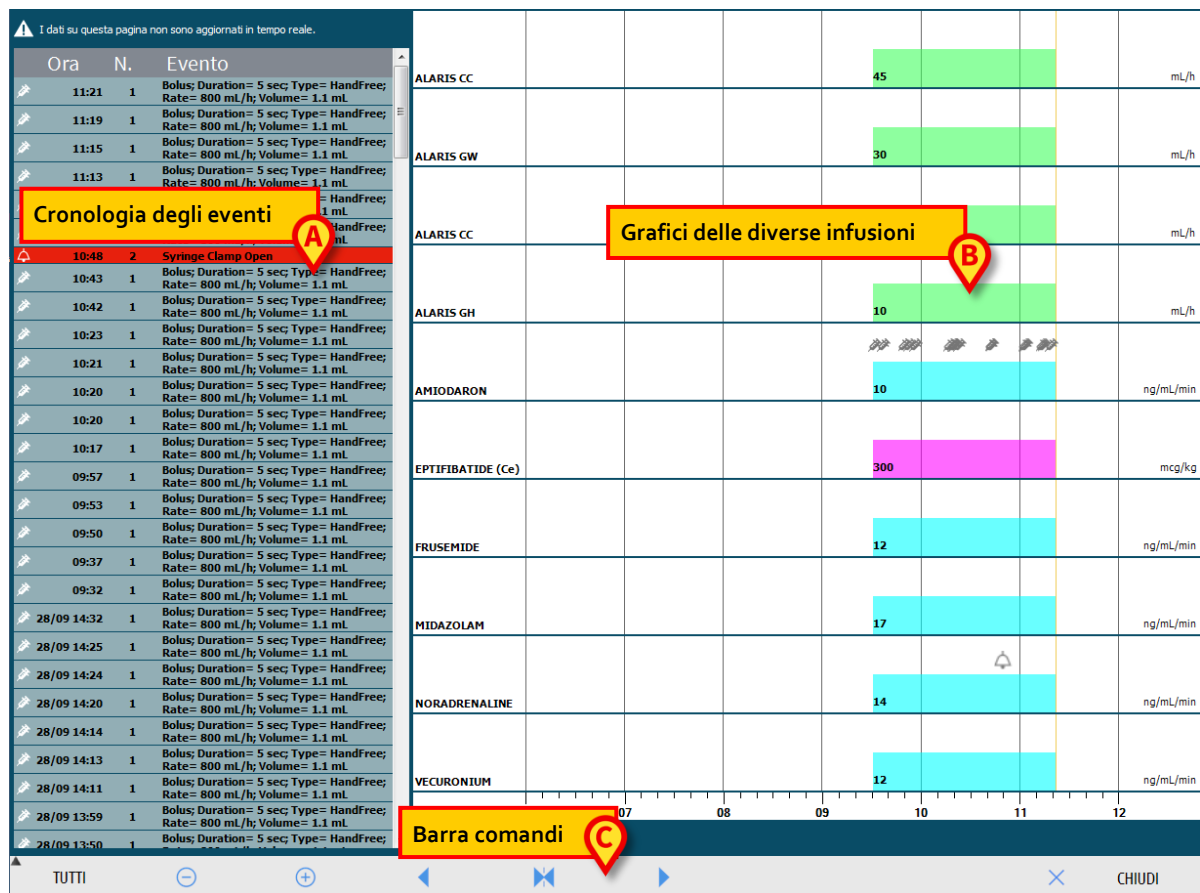

Fig 17
- un elenco di tutti gli eventi registrati da tutte le pompe per tutta la degenza del paziente selezionato (Fig 17 A – vedi pagina 16);
- un grafico delle diverse infusioni (Fig 17 B - le modalità di lettura del grafico sono le stesse spiegate per il grafico della “Centrale Paziente”, vedi pagina 13);
- una barra comandi che permette di gestire la visualizzazione del grafico (Fig 17 C – vedi pagina 16).